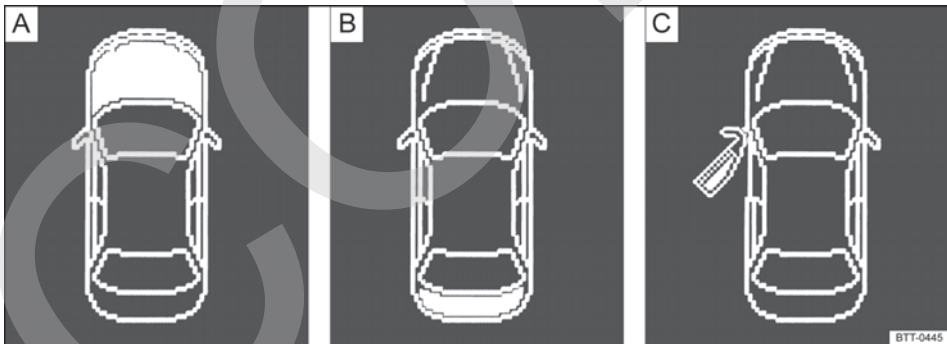

Fig. 41 En la pantalla del cuadro de instrumentos: indicaciones sobre el estado del capó del motor, del portón del maletero y de las puertas.
- Puertas, capó del motor y portón del maletero abiertos → fig. 41
Legenda de la **fig. 41**: